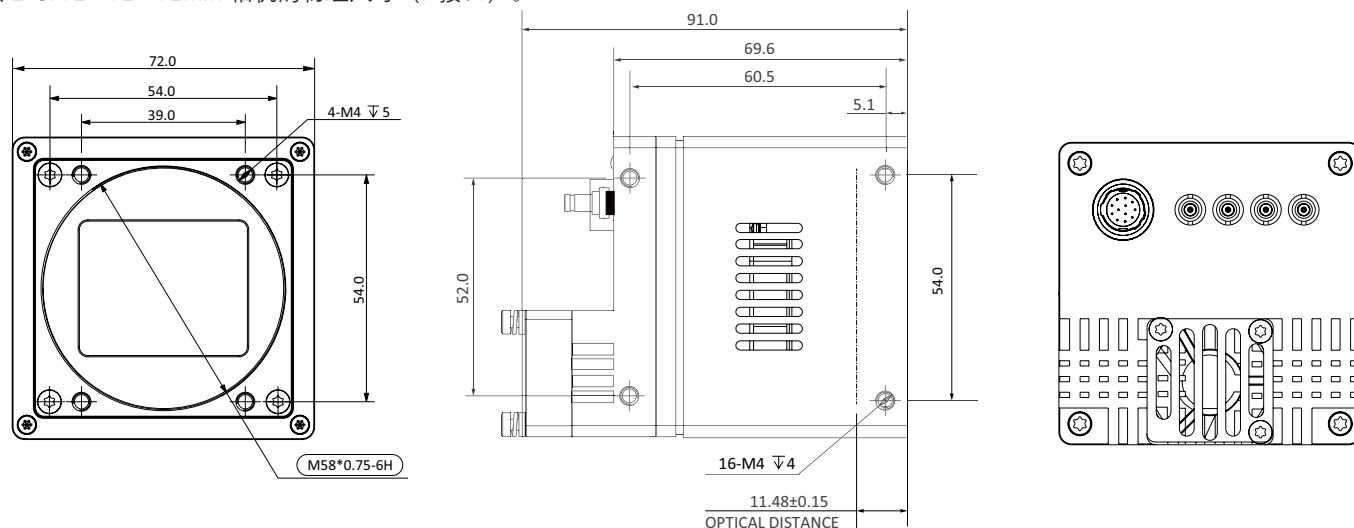

图 1-4: 72 * 72 * 69.6mm 相机的物理尺寸 (M58 接口)。
- $72 \times 72 \times 69.6\text{mm}$ M58 接口相机尺寸图如图 1-4 所示。